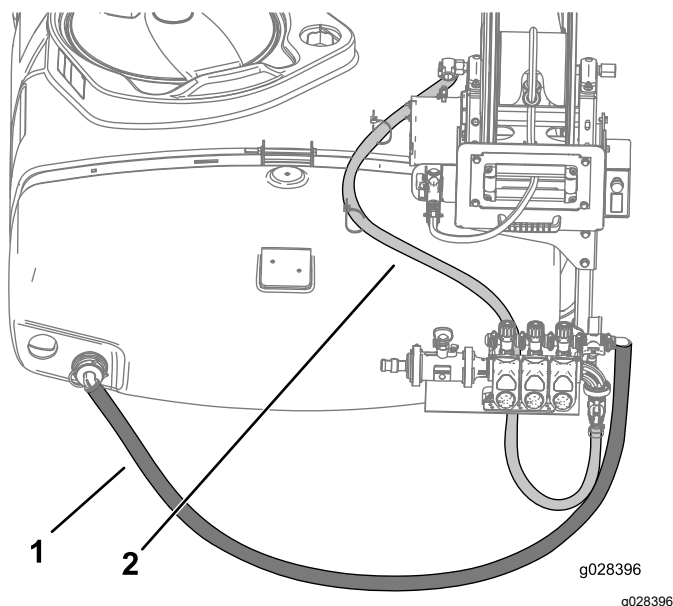

図 14
13. ホースリール給液ホースを図 14に示すように配設して、ホースクランプを使ってホースリールに取り付ける。